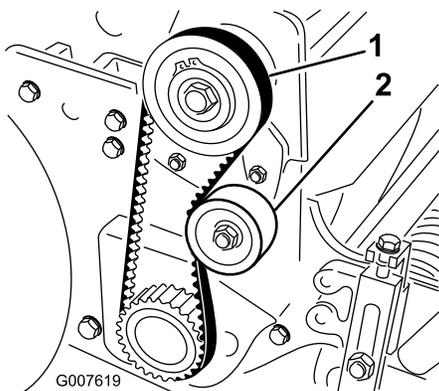

Рисунок 35
2. Проверьте натяжение, приложив к ремню посередине между шкивами (Рисунок 35) усилие 18 – 22 Н. Ремень должен прогнуться на 6 мм.
стрелке к обратной стороне ремня, пока не будет получено требуемое натяжение (Рисунок 35).